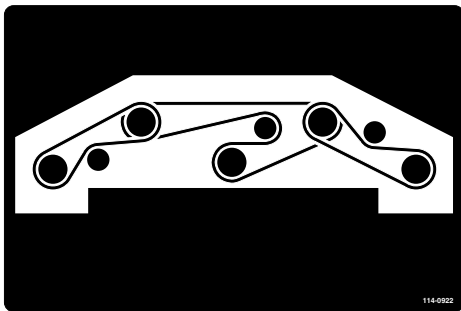

Figura 116
8. Pase la correa nueva alrededor de las poleas de los ejes y del conjunto de la polea tensora (Figura 116).